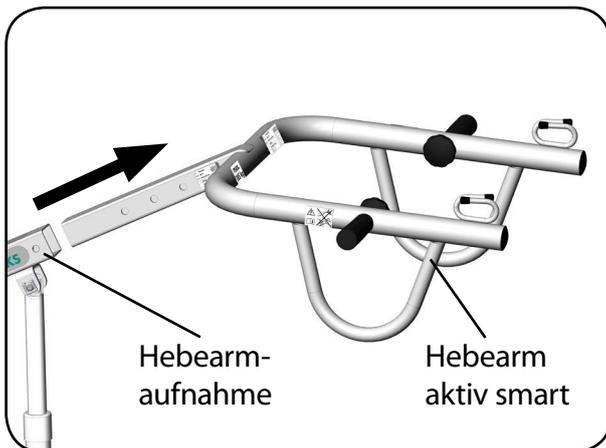

Abb. 8.8.01 - Hebearm aktiv smart entfernen
2. Ziehen Sie den Hebearm aktiv smart aus der Hebearmaufnahme heraus und legen Sie ihn zur Seite (Abbildung 8.8.01).